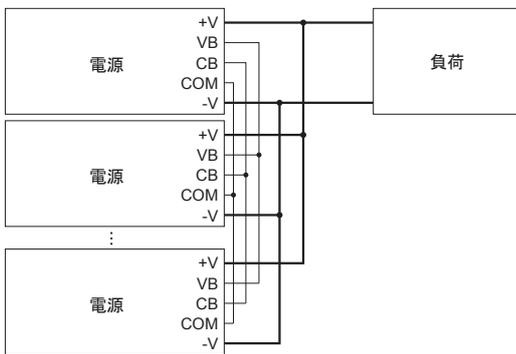

図 2.3 N+1 冗長運転時の接続
- 図 2.3 の配線をする事で、N + 1 並列冗長運転を行うことができます。並列する電源間の出力電圧差を、並列接続前に、-250 は ± 1,000mV、-144 は ± 600mV、それ以外は、± 200mV 以下になるように調整して下さい。